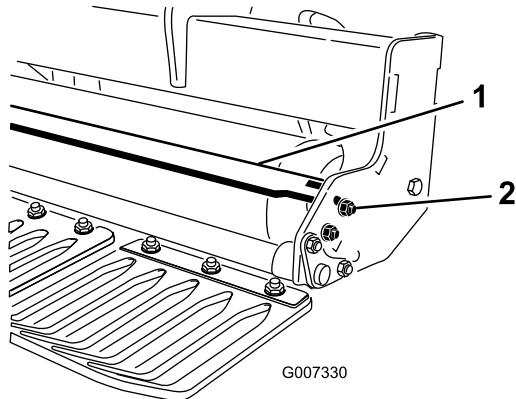

Bild 16
1. Lösen Sie die Befestigungen, mit denen die Enden des Abstreifers an der Nase des Rollenabstreifers befestigt sind (Bild 16).